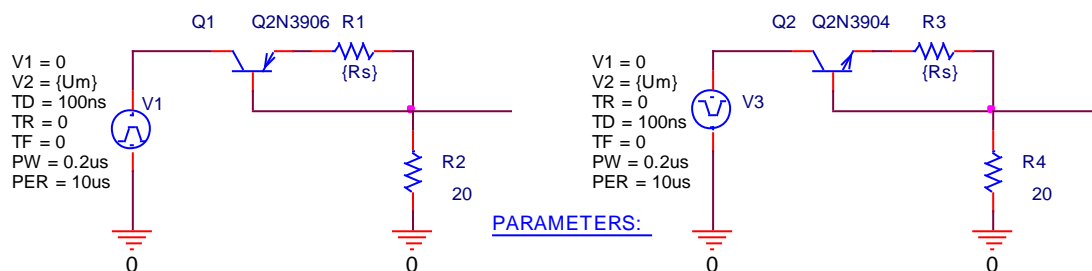

Рис.1.6 Схема моделирования процесса переключения pn диода
2.6. Составить схему рис.1.6 моделирования процесса переключения **pn** диода. Создать глобальный параметр  $\{\text{Rs}\}$  для R1 и R3 с номинальным значением 1 (Ом).